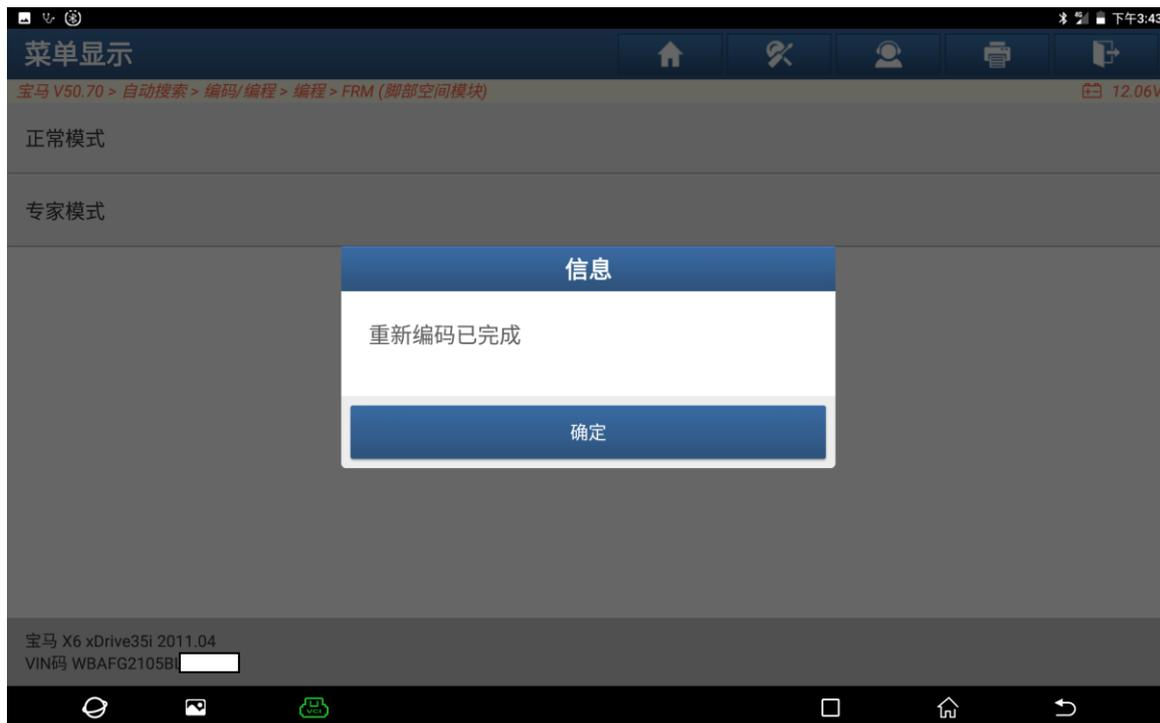

图 19
19. 设码完成，选择“确定”退出如图 19，重新关闭点火开关 10 秒后打开点火开关，清除全车故障码，完成编程。